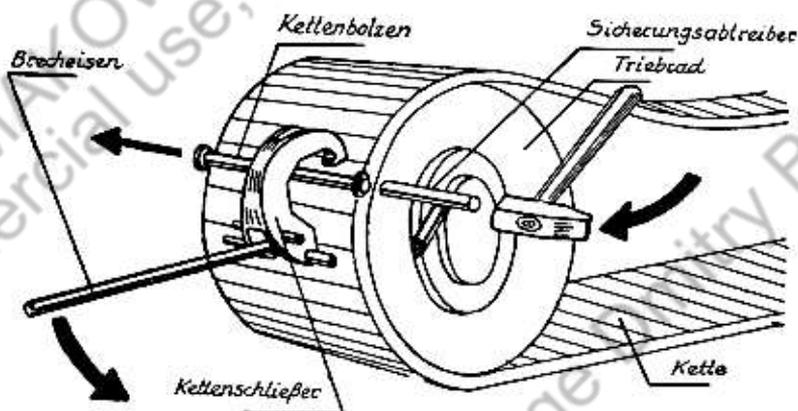

Bild 42 Kettenbolzenwechsel
2. Fehlende und beschädigte Kettenbolzensicherungen ersetzen. (Unterlagscheibe auf Kettenbolzenende aufsetzen. Sicherungsring in die Vertiefung des Sicherungsauftriebers einlegen. Sicherungsaufreiber auf freies Bolzenende aufsetzen und Sicherungsring mit einem Hammerschlag auftreiben, Bild 42, 43.)